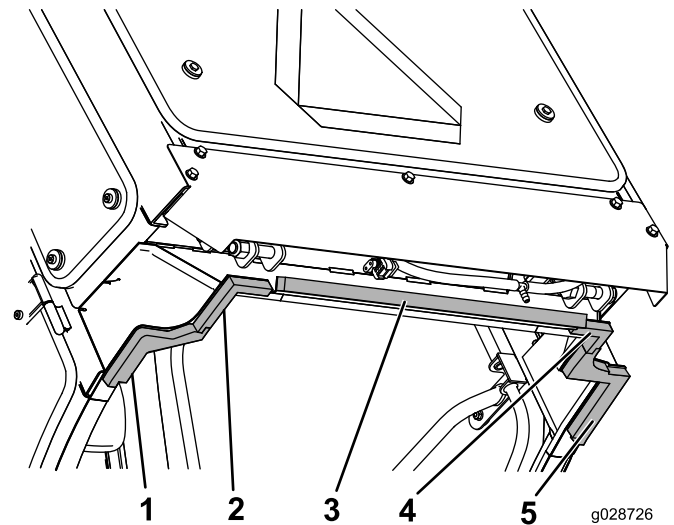

Figura 59
1. Centre a peça traseira na extremidade inferior mais atrás do painel central (Figura 59).
2. Instale as peças de espuma traseiras direita e esquerda nos cantos interiores das abas exteriores do painel traseiro (Figura 59).
3. Alinhe as extremidades mais interiores das peças de espuma intermédias esquerda e direita com as peças de espuma traseiras direita e esquerda e ligue as abas (Figura 59).